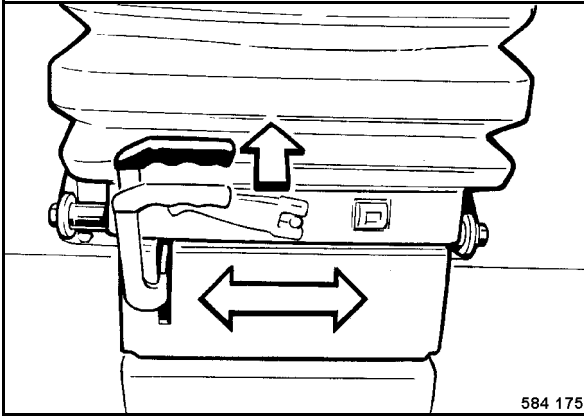

Fig. 79
- Para desplazar el asiento,* hay que alzar la palanca (Fig. 79) y desplazar el asiento al lado deseado.